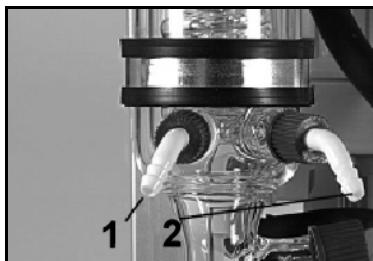

Fig. 16 : Raccordement du système de refroidissement au condenseur d'émission
**i** Les raccords de liquide de refroidissement au condenseur d'émission sont conçus pour des tuyaux d'un diamètre intérieur de 8 mm. Pour l'entrée et la sortie de liquide de refroidissement, voir Fig. 16, page 30.
Pour l'entrée et la sortie de liquide de refroidissement, voir Fig. 16.
**i** Pour l'entrée et la sortie de liquide de refroidissement, voir Fig. 16, page 30.